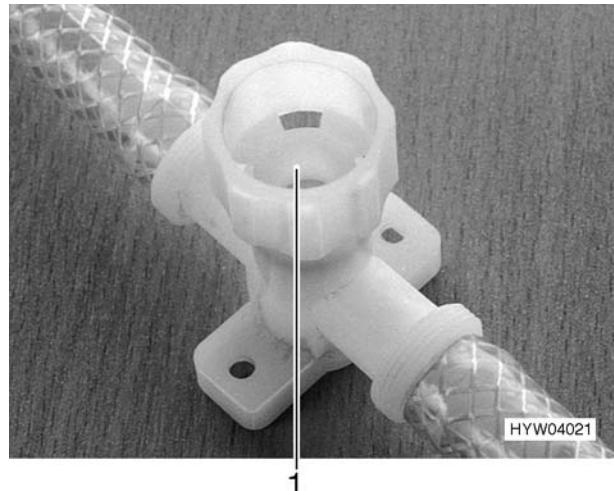

Fig. 82 Rubinetto di scarico
- Chiudere il coperchio del rubinetto di scarico (Fig. 82,1) girandolo in senso orario.